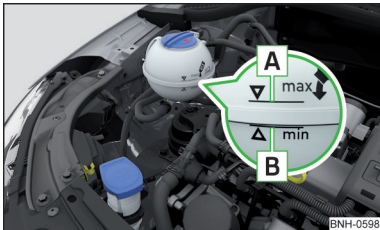

Abb. 149
Kühlmittelstand prüfen - der Kühlmittelstand muss zwischen den Markierungen **A** und **B** liegen » Abb. 149. Liegt der Kühlmittelstand unterhalb der Markierung **B**, das Kühlmittel nachfüllen.
Die **Spezifikation** des Kühlmittels ist auf dem Kühlmittelausgleichsbehälter aufgeführt » Abb. 149.
- Das Kühlmittel nicht über die Markierung **A** auffüllen » Abb. 149. Das Kühlmittel könnte bei Erwärmung aus dem Kühlsystem gedrückt werden - es besteht die Gefahr einer Beschädigung der Motorraumteile.